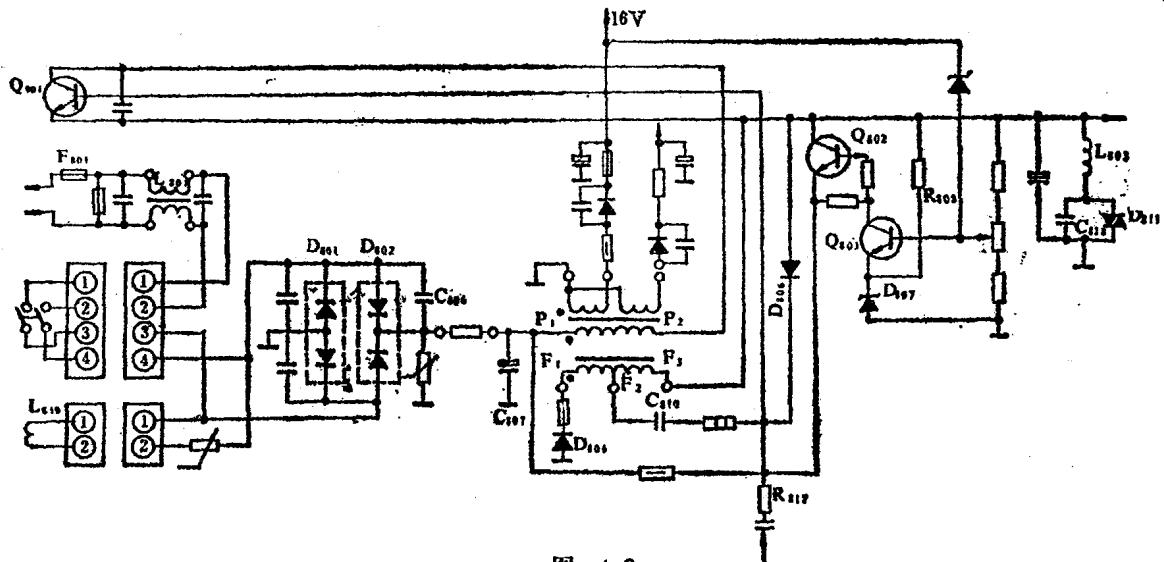

图 1-2
1. 检查保险丝, 电路见图1-2。用万用表测量 F_{801} 是正常的, 说明电源电路的整流滤波元件都是好的。